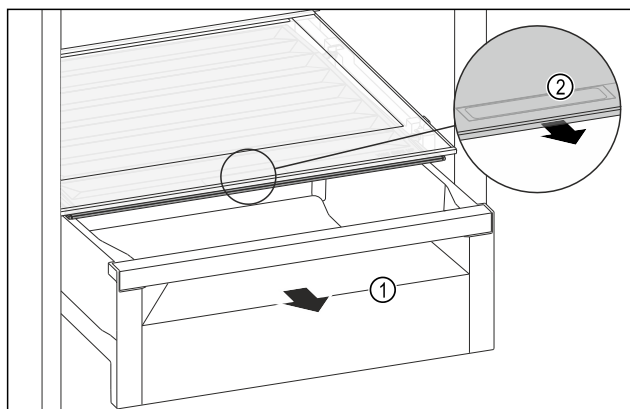

Fig. 168
- ▶ Húzza ki a fiókot Fig. 168 (1).
- ▶ Fogja meg a süllyesztett fogantyút Fig. 168 (2) a rekesz-fedélen, és ezzel egy időben húzza előre felé a rekeszfedelet.